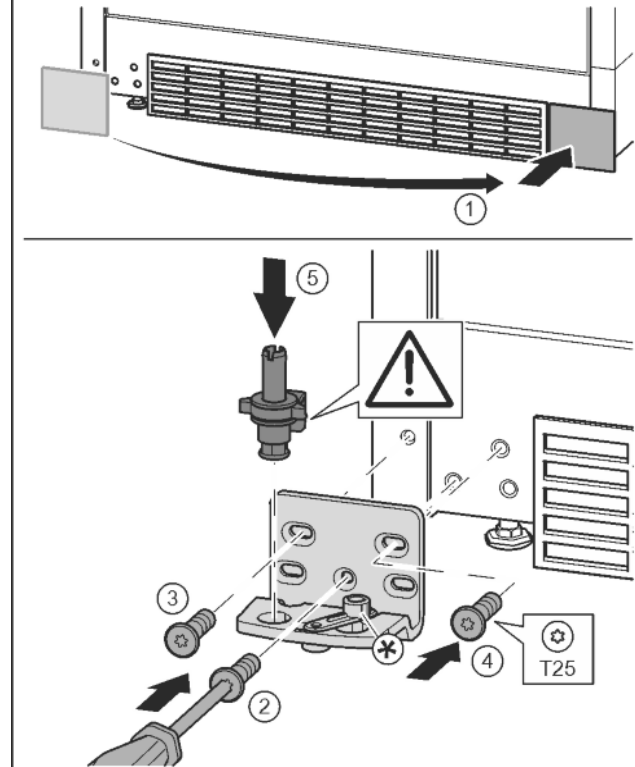

Fig. 13
- Afdekking eraf halen en op de andere kant aanbrengen. Fig. 13 (1)
- Lagerbus op de andere kant aanbrengen en met behulp van een schroevendraaier T25 vastschroeven. Met schroef 2 onder in het midden beginnen. Fig. 13 (2)
- Schroef 3 en 4 vastschroeven. Fig. 13 (3, 4)
- Lagerbus volledig aanbrengen. Let op dat de vergrendelnok naar achter wijst. Fig. 13 (5)